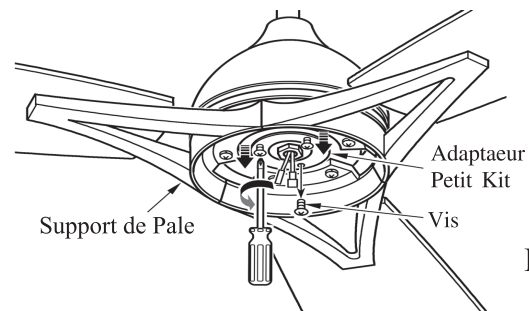

FIG.12
- Retirer 1 des 3 vis sur l'adaptateur du kit d'éclairage, et desserrer juste les 2 autres vis. (Voir fig.12)